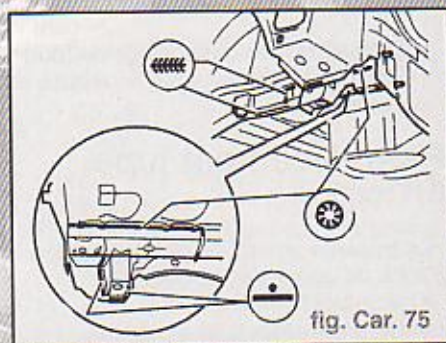

fig. Car. 75
- Souder le renfort par bouchonnage sous gaz de protection (fig. Car. 75)